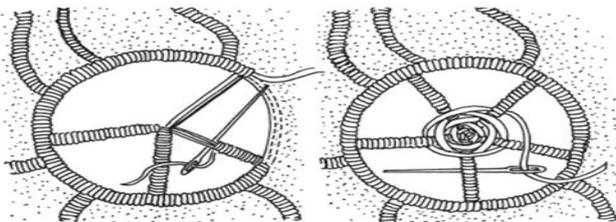

Рис. 1.25. Простая брида с «паучком»
1) на пересечении брид, поочередно пропуская иголку под бридой и над бридой, делают 2–3 круга в одном направлении, затем столько же в обратном, пока не получится кружочек, после чего, дойдя до неоконченной бриды, обметывают (рис. 1.25);